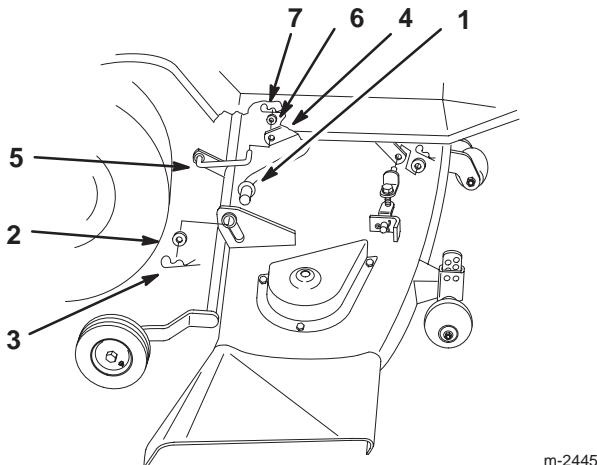

Bild 5
- Schieben Sie das Schneidwerk von rechts unter das Traktorchassis (Bild 5) und fluchten die hinteren Montagebüchsen mit den Enden der Hubarme aus.
- Bringen Sie die hinteren Führungsbüchsen, zuerst links und dann rechts, auf den Hubarmen an und schieben dann das Schneidwerk nach links in seine korrekte Einbaulage. Sichern Sie das Schneidwerk mit Scheiben (3/4") und großen U-Splints (Bild 5).
- Befestigen Sie das Verbindungsteil hinten mit einer Scheibe (1/2") und einem kleinen U-Splint am Gerätehub (Bild 5).